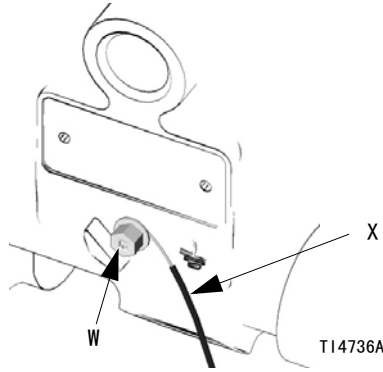

图 2：接地线连接
- 泵：连接接地导线和线夹，如图 2 所示。拧松接地螺钉 (W)。将一条最小为 12 ga (1.5 mm²) 的接地线 (X) 的一端插入后面的接地螺丝并牢固地拧紧螺丝。将接地线的另一端连接至真正的大地接地点。要订购接地线和线夹，请订购零件号为 222011 的零部件。